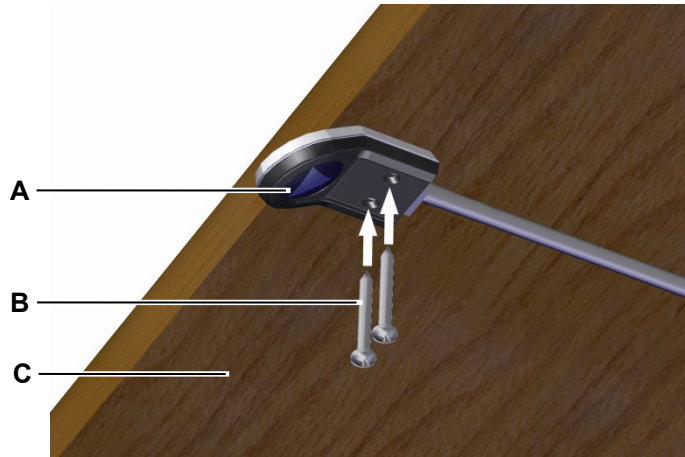

Abbildung 29 Beispiel: Montage des Bedienelements Motion Assist
Das Bedienelement Motion Assist wird mit zwei Schrauben unter dem Tisch (an der Tisch-Vorderkante) montiert, wie in Abbildung 29 gezeigt.
- Beispiel: Verwenden Sie Schrauben (B in Abbildung 29) nach DIN 7981 mit $\text{\O} 3,9 \text{ mm}$ und geeigneter Länge (10 mm + Einschraubtiefe in den Tisch), Schraubenkopf: $\text{\O} 7,5 \text{ mm}$.